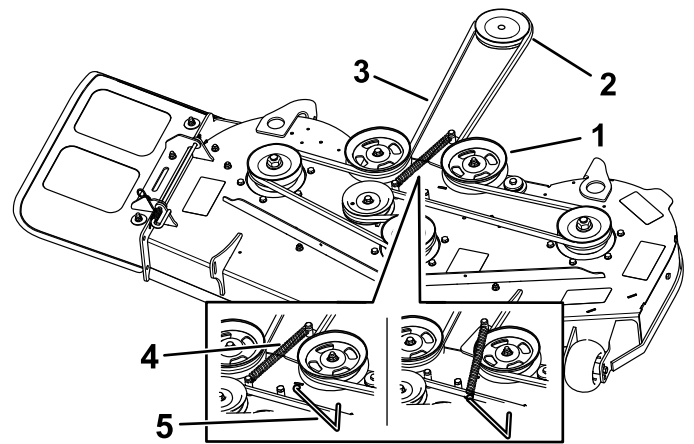
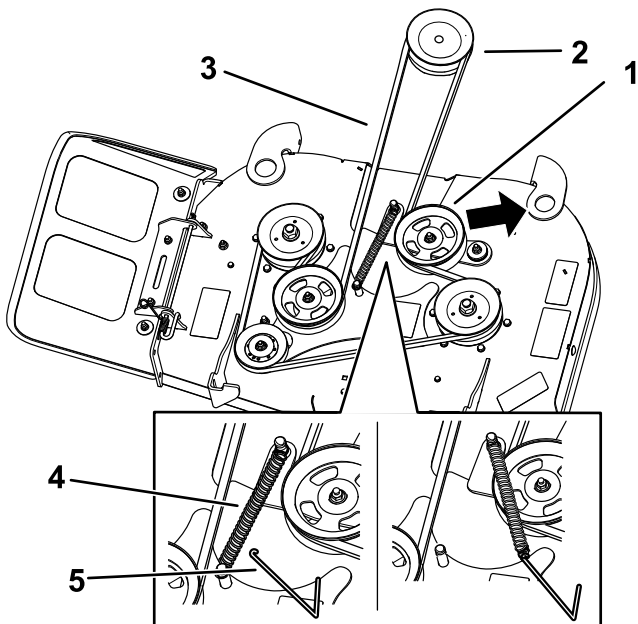

Figura 53
Figura 52
5. Utilizando um removedor de molas (peça Toro n.º 92-5771), retire a mola intermédia do gancho da plataforma para retirar tensão da polia intermédia e role a correia para fora das polias (Figura 52 ou Figura 53).
6. Encaminhe a nova correia em redor da polia da embraiagem e nas polias do cortador (Figura 52 ou Figura 53).
7. Instale a mola intermédia no gancho da plataforma (Figura 52 ou Figura 53).